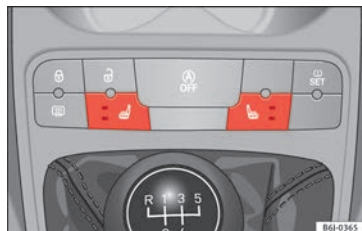

Bild 134 Reglage för framsättesvärme
- Tryck på aktuell brytare » » bild 134 för att slå på sätesuppvärmningen.
- Tryck en gång för att slå på uppvärmningen med maximal effekt. De två lysdioderna tänds » » bild 134. Efter 15 minuter med » »